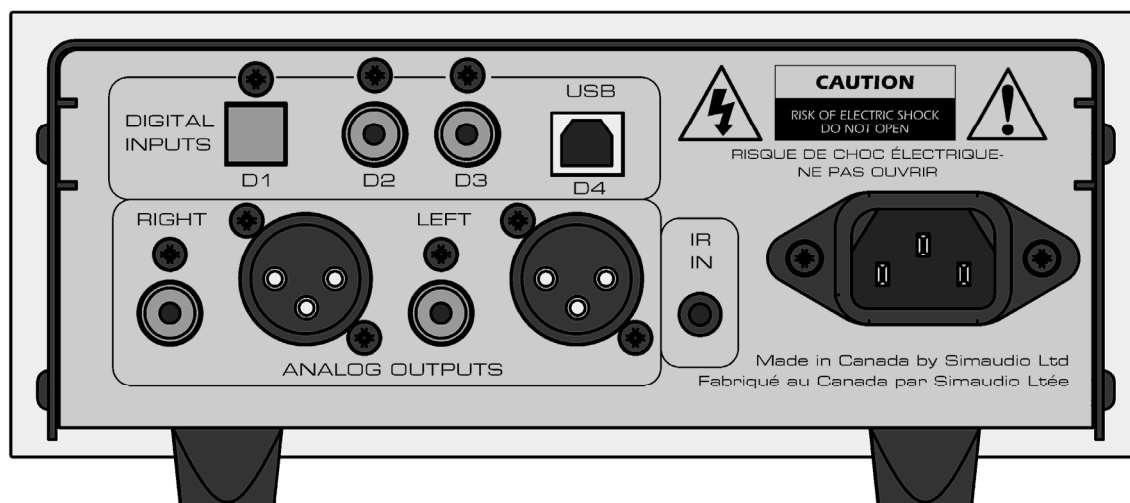

Figure 2: Panneau arrière MOON 300 D
Le panneau arrière est présenté ci-dessus en figure 2. La section supérieure gauche a quatre (4) entrées digitales. « D1 » est une entrée optique à connecteur Toslink et est réservée aux appareils également équipés de sorties Toslink, tels que les lecteurs DVD et les satellites. « D2 » et « D3 » sont toutes deux des connections S/PDIF pour câbles coaxial équipé de prises RCA. Ces deux prises pourront être utilisées pour des appareils comme des serveurs de musique ou des transports de CD. NOTE : Vous devrez utiliser un câble audio 75Ω terminé par des connecteurs RCA pour effectuer ces connections S/PDIF. « D4 » utilise un connecteur USB (de type B) et est dédiée aux connections informatiques. Directement sous les entrées digitales, deux (2) paires de connecteurs analogiques sont disponibles : Une paire asymétrique en RCA et une paire symétrique en XLR, destinées chacune au signal analogique stéréo et qui rejoindront votre préampli ou intégré.